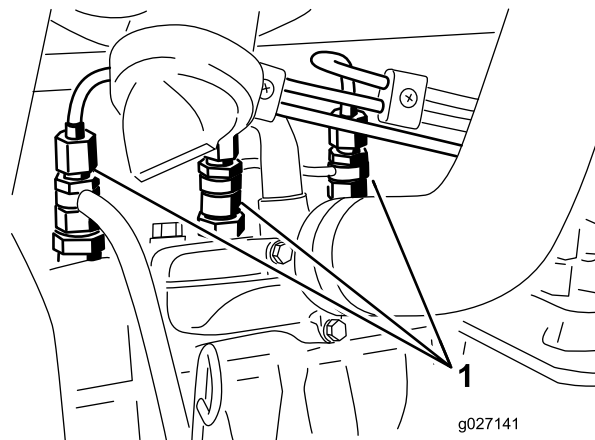

Figura 58
1. Liberte a tubagem que se encontra ligada ao injetor n° 1 e à estrutura de suporte da bomba de injeção (Figura 58).